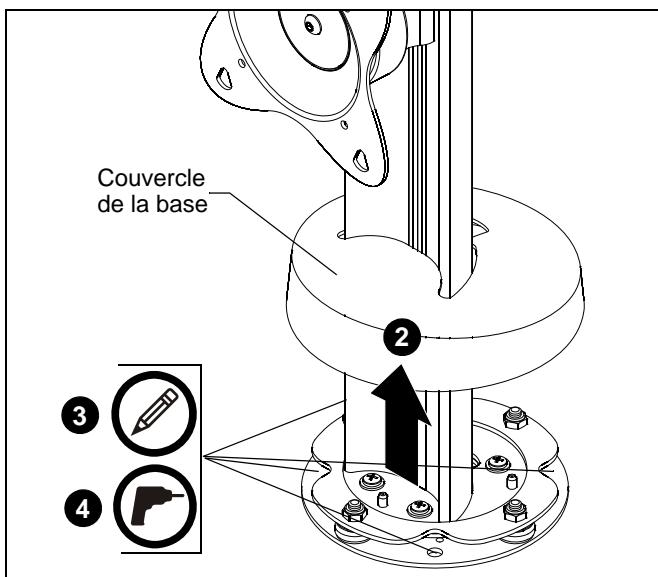

Figure 3
- Soulevez délicatement le couvercle de la base du STS1 et fixez-le à la colonne à l'aide de ruban adhésif. (Voir Figure 3)
- Marquez l'emplacement des quatre trous sur la surface de montage. (Voir Figure 3)
- Percez des trous de 7,9 mm (5/16 po) de diamètre aux endroits marqués sur la surface de montage et, si désiré, un trou de 41,3 mm (1 5/8 po) de diamètre pour la gestion des câbles. (Voir Figure 3)